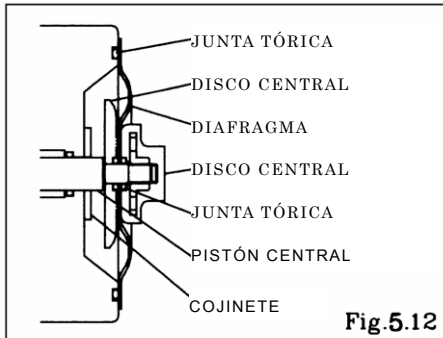

Fig.5.12
- Instale el diafragma con el lado convexo hacia fuera. [Fig. 5.12]